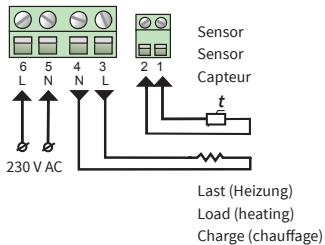

Abb. 1 / Fig. 1 / fig. 1
Die Anschlussleitung von Heizkreis oder Heizmatte ist an die Klemmen 3 und 4 anzuschließen; der gelb-grün ummantelte Erdungsdrat ist über eine externe Anschlussklemme (nicht im Lieferumfang enthalten) mit der Schutzerdungsleitung (PE) zu verbinden (Abbildung 1).
The heating element installation wires are to be connected to terminals 3 and 4; the screening braid output (yellow-green wire) – to the protective earthing (PE) line via the external terminal contact (not included in the scope of delivery) (Figure 1).
Les fils d'installation des éléments chauffants doivent être connectés aux bornes 3 et 4 ; la sortie de la tresse de blindage (fil jaune-vert) - vers la ligne de terre de protection (PE) via le contact terminal externe (non compris dans la livraison) (figure 1).